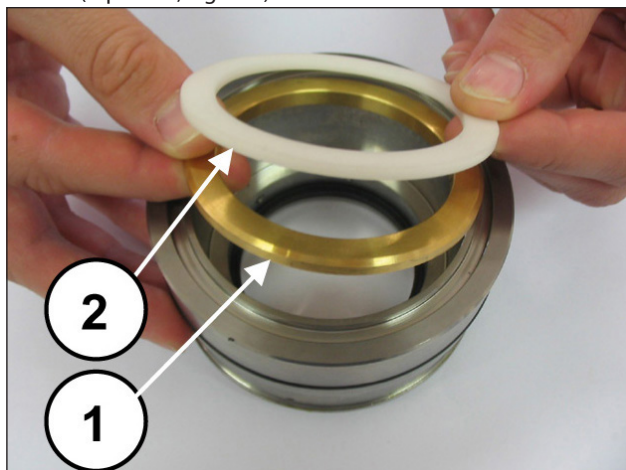
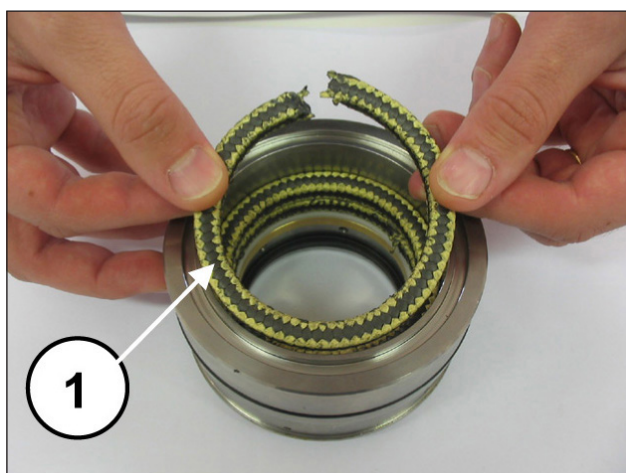
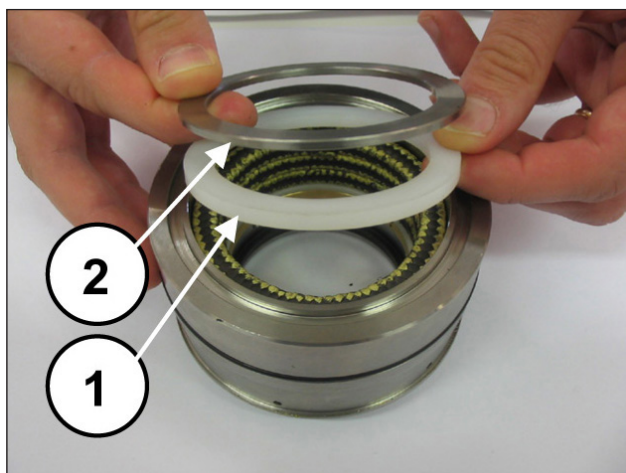

Fig. 153
Fig. 154
Fig. 155
Monter la rondelle d'appui et la bague anti-extrusion (rep. ①②, Fig. 153), les 3 joints KC en ayant soin de les tiercer à 120° (rep. ①, Fig. 154), le segment racleur et l'anneau pour ressort (rep. ①②, Fig. 155)